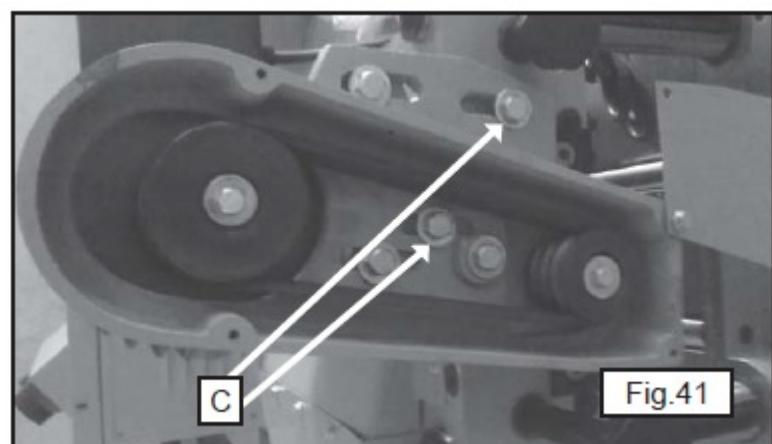

Рис. 41
2. Ослабить два винта (C), рис. 41, и повернуть узел двигателя к переду станка.